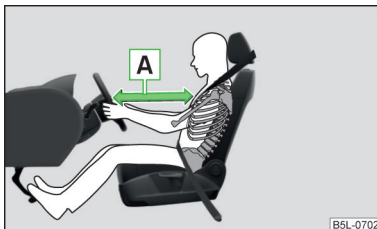

Fig. 8
- Atât pentru șofer cât și pentru pasagerul față este important să păstreze o distanță minimă de 25 cm față de volan, respectiv față de planșa de bord » fig. 8 - A. Dacă nu se respectă această distanță, sistemul airbag nu vă poate proteja - Pericol de moarte! În afară de aceasta, scaunele față trebuie să fie întotdeauna reglate în funcție de înălțimea corpului.